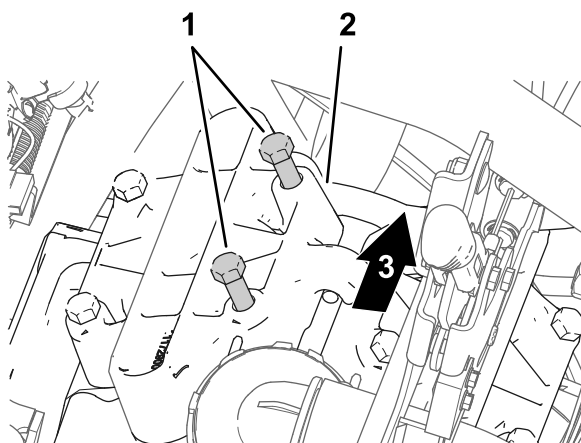

图178
1. 如图178所示在泵头位于 11 点钟的位置松开 2 个螺栓使螺栓头与泵之间具有 710mm 的间隙。